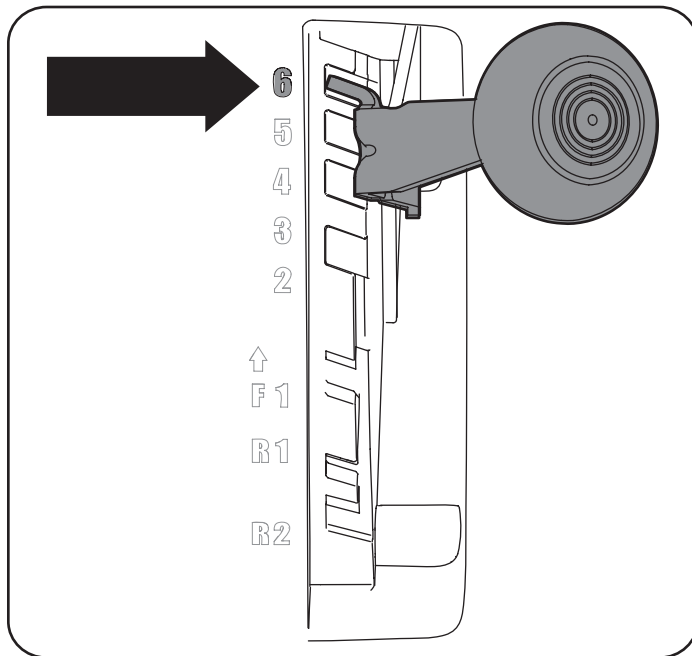

Figura 2
2. Coloque la palanca de cambios en la posición de avance (F) 6. Vea la Figura 2.